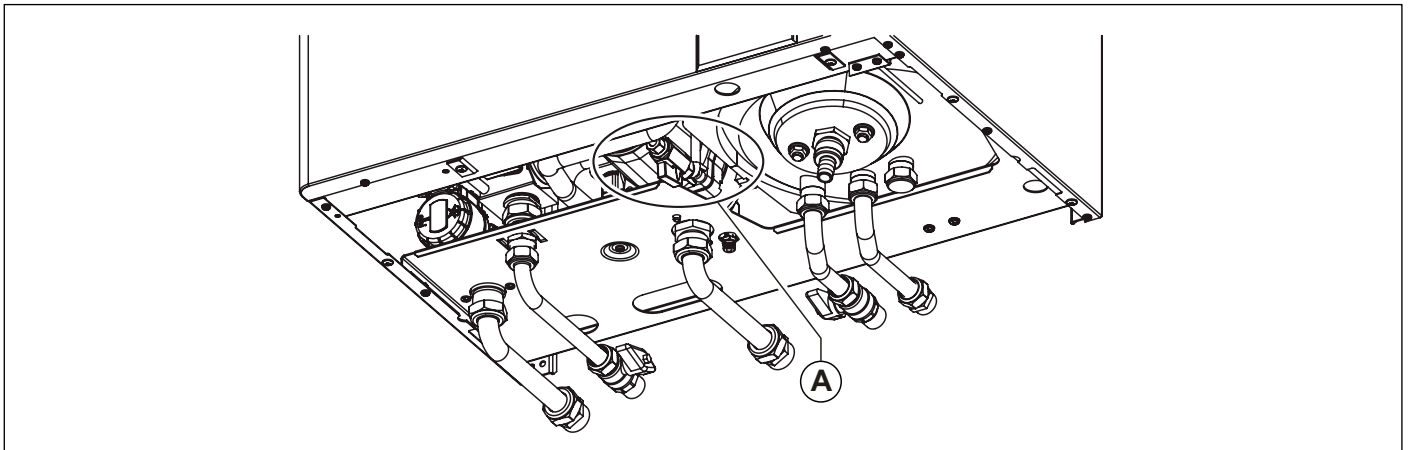

Fig. 2 Grifo de llenado
Si destella el error **E04** de bloqueo por insuficiente presión en la instalación (señalando la intervención del presostato agua de seguridad), llenar la instalación a través del grifo de llenado en Fig. 2 Grifo de llenado. El error **E04** se visualiza cuando la presión de la instalación desciende por debajo del valor de 0,4 bar y el error se resetea automáticamente cuando la presión de la instalación alcanzará el umbral de 1,0 bar. El valor de la presión en la caldera en frío debe ser de 1÷1,3 bar.
- girar la manilla del grifo de carga Fig. 2 Grifo de llenado en sentido contrario al de las agujas del reloj para permitir la entrada del agua en la caldera;